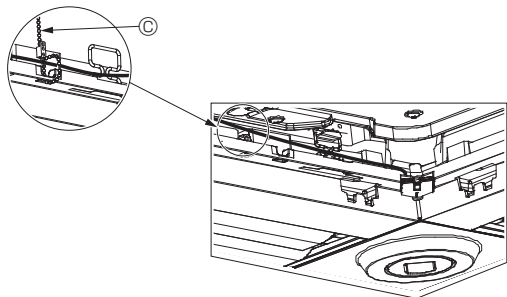

Fig. 5-13
- Fest i-See-sensoren og signalmottakerens ledninger til panelet med festene som vist på bildet, slik at det ikke finnes slakk i dem, og klipp deretter av den overflødige lengden på festet. (Fig. 5-13)
- Hvis posisjonen til i-See-sensor ble endret fra "o" (E) til "□"-stilling (F), endres bryterinnstillingene. (Se side 214.)